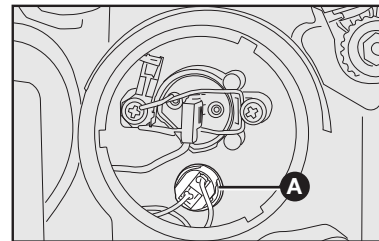

fig. 26
- 2) Puxar o porta-lâmpada **A**—**fig. 26** para retirá-la de sua sede.